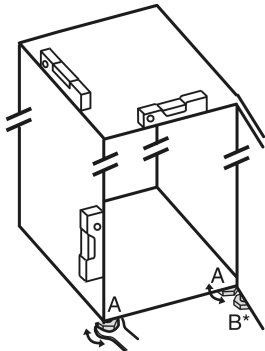

Fig. 5
- ▶ Az állítható lábakat Fig. 5 (A) a mellékelt villáskulccsal és egy vízmérce segítségével csavarja ki addig, amíg a készülék szilárdan és egyenesen be nincs igazítva.
- ▶ A csapágybak állítható lábát Fig. 5 (B) a mellékelt villáskulccsal csavarja ki úgy, hogy a padlón fekszen.
- ▶ Az állítható lábat Fig. 5 (B) forgassa tovább 90°-kal.